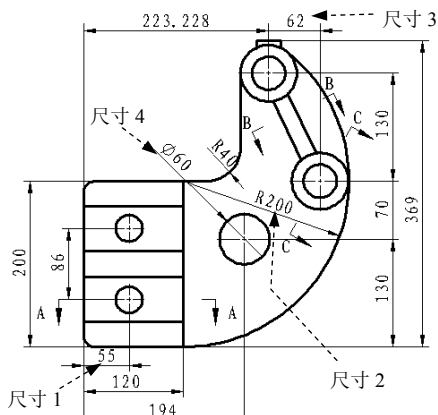
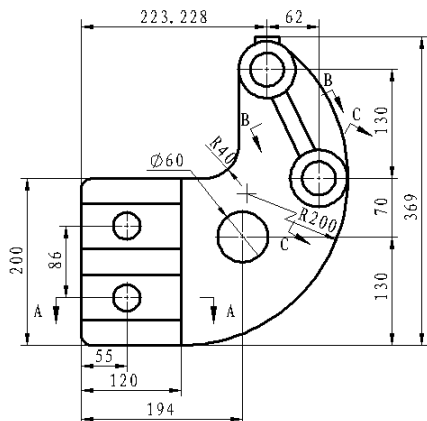

图 10.2.22 标注右视图尺寸
图 10.2.23 编辑尺寸（一）
Step1. 标注尺寸。选择下拉菜单 **工具(T)** → **尺寸(S)** → **智能尺寸(S)** 命令，在图形区的右视图中添加图 10.2.22 所示的尺寸标注。
(1) 反向箭头。在右视图中选取图 10.2.22 所示的“尺寸 1”，然后单击尺寸箭头尾部的圆点反向箭头；参照此方法，将图 10.2.22 所示“尺寸 3”的箭头反向，结果如图 10.2.23 所示。
(2) 打折尺寸线。在右视图中选取图 10.2.22 所示的“尺寸 2”，然后在弹出的“尺寸”对话框中单击 **引线** 选项卡，在 **尺寸界线/引线显示(W)** 区域中单击“尺寸线打折”按钮 ，并调整尺寸的位置，结果如图 10.2.23 所示。
(3) 折断引线。在右视图中选取图 10.2.22 所示的“尺寸 4”，然后在弹出的“尺寸”对话框中单击 **引线** 选项卡，激活 ☒ **自定义文字位置** 区域，单击“折断引线，文字水平”按钮 ，调整尺寸的位置，结果如图 10.2.23 所示。